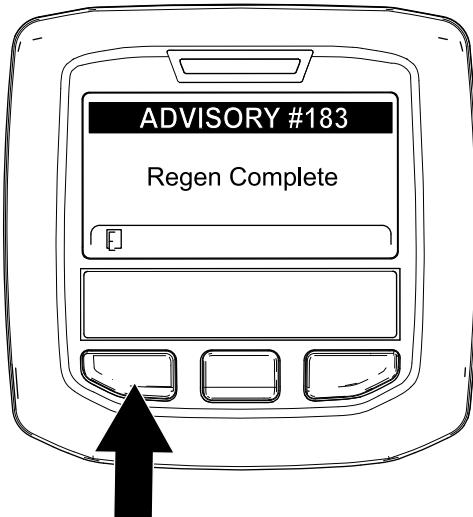

Figura 65
9. Cuando el ordenador del motor finaliza una regeneración con la máquina aparcada o una regeneración de recuperación, el InfoCenter muestra ADVISORY #183 (Aviso n.º 183) (Figura 65). Pulse el botón de la izquierda para salir a la pantalla de inicio.
Nota: Si la regeneración no se realiza correctamente, el InfoCenter muestra Advisory #184 (Aviso n.º 184) (Figura 65). Pulse el botón de la izquierda para salir a la pantalla de inicio.